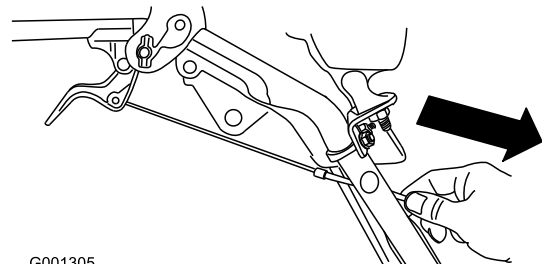

Figura 8
4. Tire de la cubierta del cable hacia abajo con cuidado hasta que la palanca del embrague de la rueda quede hacia abajo, sin holgura en el cable, y apriete firmemente la tuerca de la abrazadera (Figura 8).